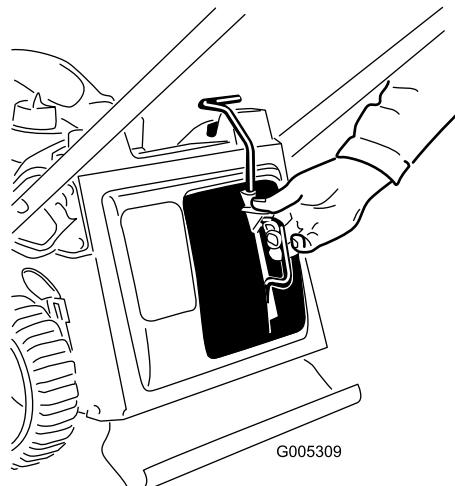

Figure 30
- Insérez l'obturateur de mulching (Figure 30).